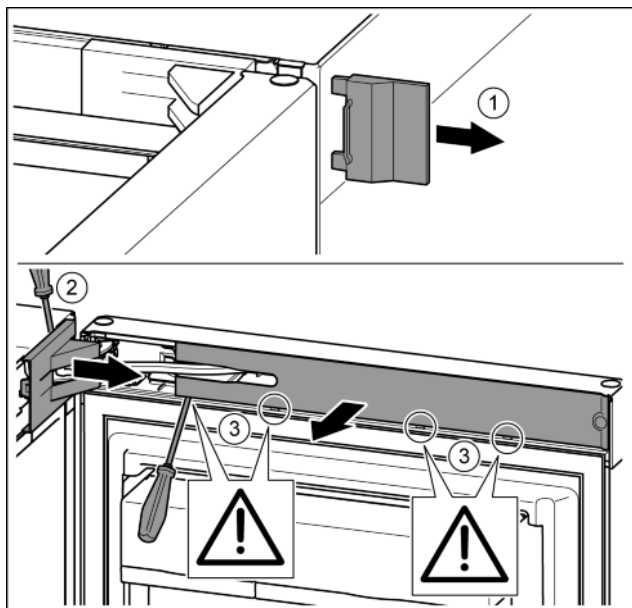

Fig. 10
- ▶ Снять внешнюю крышку. Fig. 10 (1)
- ▶ При помощи отвертки освободить от фиксаторов крышку опорного кронштейна и отсоединить. Снять крышку опорного кронштейна. Fig. 10 (2)
- ▶ Шлицевой отверткой вывести накладку из зацепления и отвести в сторону. Fig. 10 (3)